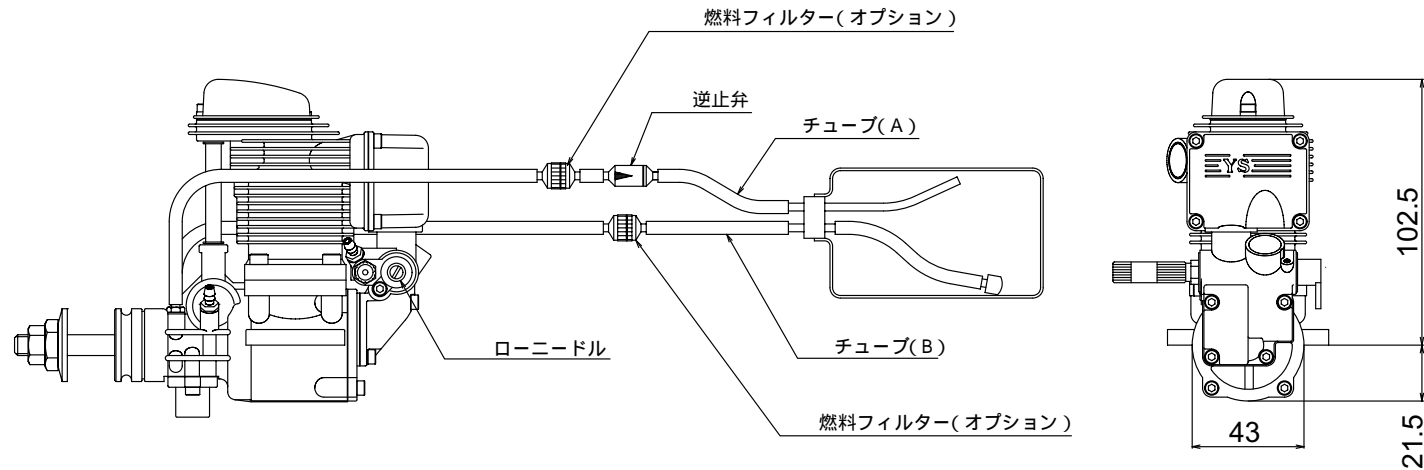

図1
1. タンクへの接続は図1のとおりです。逆止弁の矢印の向きに注意してください。
3. 噴射装置にとってゴミは大敵です。必ず図1のように2個の燃料フィルターを使用してください。